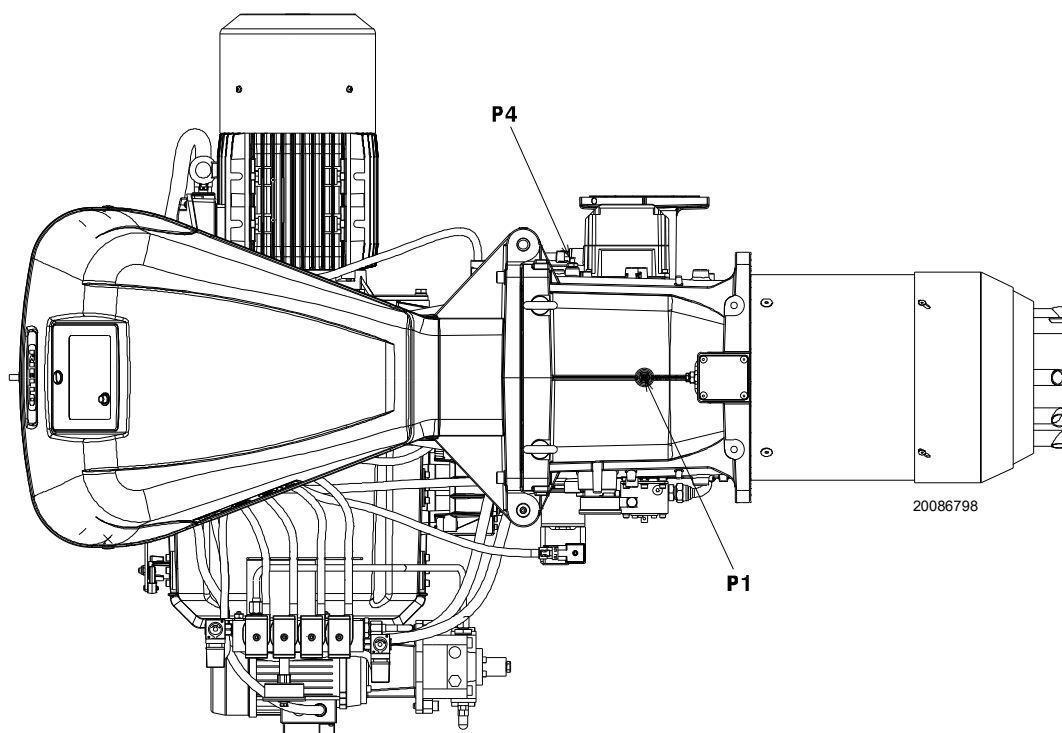

Fig. 27
Pression du gaz mesurée à la prise P1)(Fig. 27 à la page 30), avec :
- Soustraire de la pression du gaz à la prise P1)(Fig. 27 à la page 30) la pression dans la chambre de combustion.
Pression du gaz à la prise P1)(Fig. 27 à la page 30)=24,3 mbar
Pour connaître la pression de gaz nécessaire sur la prise P1)(Fig. 27 à la page 30), une fois établie la puissance MAX. à laquelle on veut faire fonctionner le brûleur :
- Lire sur la droite, colonne 1, la pression à la prise P1) (Fig. 27 à la page 30).
pression nécessaire à la prise P1) (Fig. 27 à la page 30).